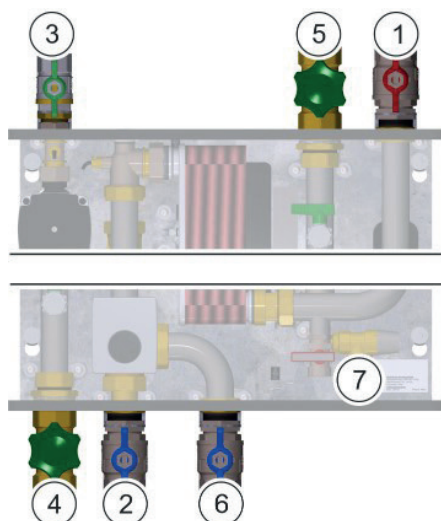

Fig. 22: Collegare i rubinetti
Presupposto:	La stazione per acqua fresca è stata preparata secondo fig. 22.
→ Collegare il principale tubo di alimentazione dell'acqua potabile al raccordo del principale tubo di alimentazione dell'acqua potabile (fig. 22/4).
→ Collegare la condotta dell'acqua calda al raccordo della distribuzione dell'acqua potabile (AC) (fig. 22/5)
→ Collegare la mandata del principale tubo di alimentazione riscaldamento al raccordo primario tubo di mandata dell'approvvigionamento di calore fig. 22/1).
→ Collegare il ritorno del principale tubo di alimentazione riscaldamento al centro dell'accumulatore integrato (opzione) (fig. 22/2).
→ Se esistente, collegare la condotta di circolazione al raccordo della circolazione integrata (fig. 22/3).